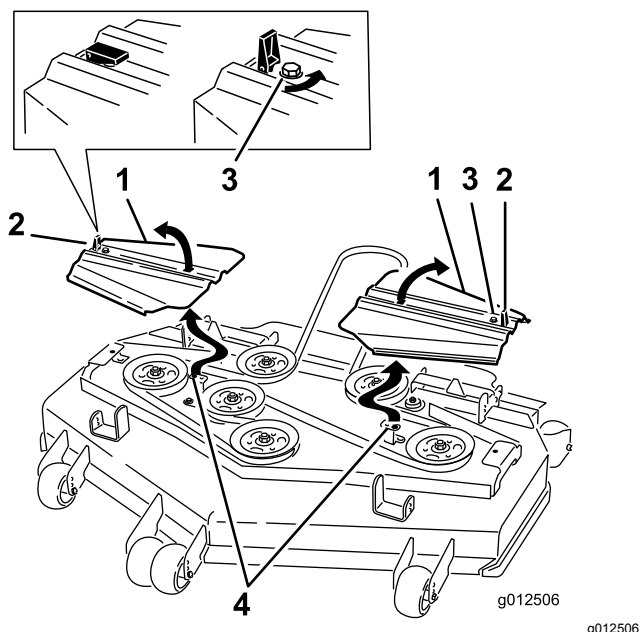

Figure 61
14. Posez les couvercles de courroies en engageant les languettes dans les rainures. Posez les vis et fermez les verrous (Figure 61).